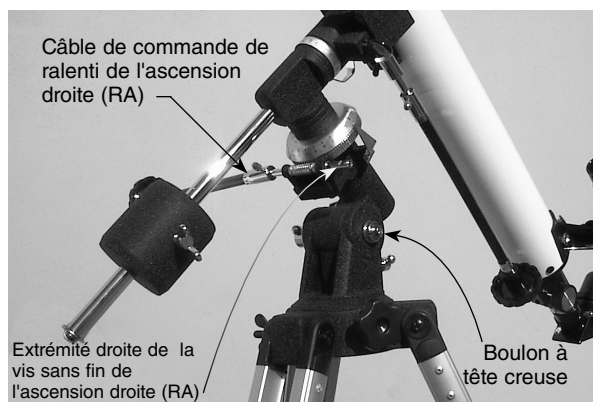

Figure 1. Le moteur Orion EQ-1M avec la commande de ralenti RA montée sur l'extrémité gauche de la vis sans fin RA.
1. Lorsque l'on se place face à l'avant de la monture, le câble de commande de ralenti de l'ascension droite (RA) doit être monté sur l'extrémité gauche de l'arbre de vis sans fin RA (voir **figure 1**). S'il est monté sur l'extrémité droite, retirez-le de la monture et réinstallez-le sur l'extrémité gauche de l'arbre.
3. Utilisez la clé Allen 4 mm également fournie et enlevez le boulon six pans sur le côté droit de la monture équatoriale (voir **figure 1**).